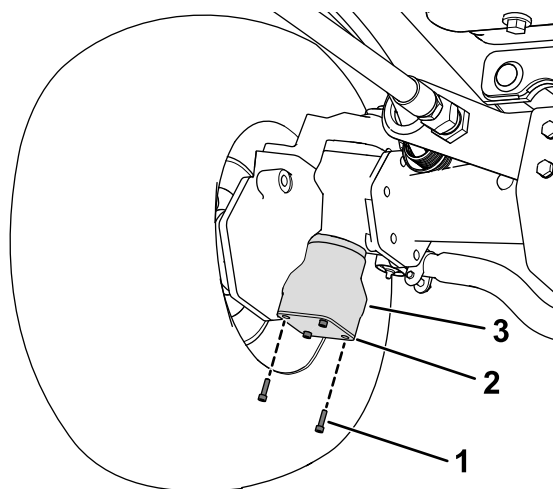

Figur 2
2. Brug 4 bolte (M10 x 30 mm) og 4 fjederskiver til at fastgøre den bageste glideplade til monteringspladen (Figur 2).